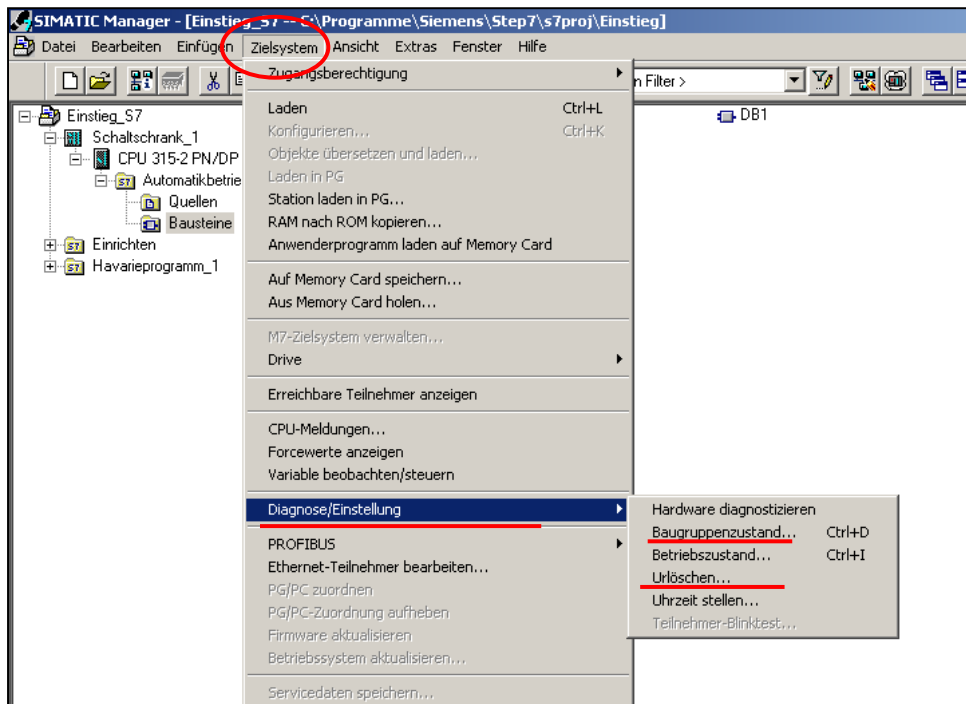

Bild 4-41 : Urlöschen Schritt 2: Löschen der RAM-Speicher der CPU über Menue -> Zielsystem
2. Das nachträgliche Urlöschen von Arbeits- und Systemspeicher der CPU im Menue -> Zielsystem -> Diagnose/Einstellung -> Urlöschen (**Bild 4-41**)